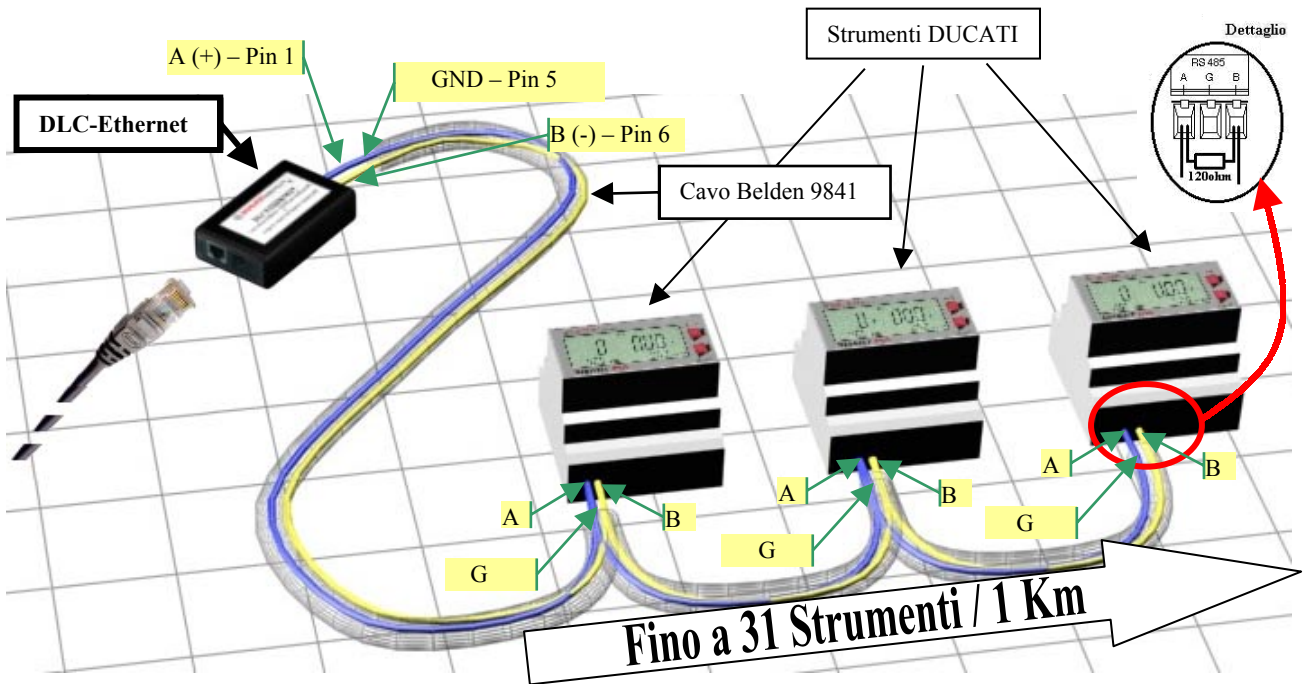
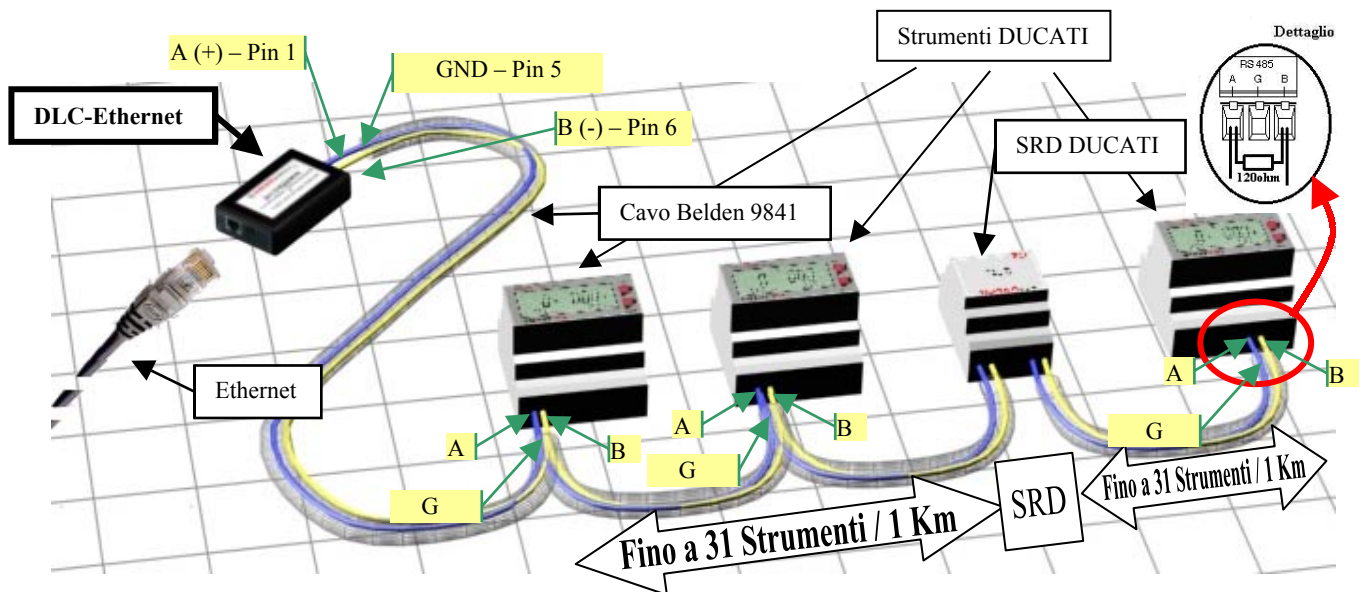

Figura 8: Rete fino a 31 Strumenti in Rs485
Figura 9: Rete oltre i 31 Strumenti in Rs485
Nelle figure successive sono illustrate reti di analizzatori collegati tramite Ethernet a un Personal Computer. Un caso rappresenta la configurazione fino a 31 strumenti (cfr. Figura 8), mentre l'altro è quello con numero superiore, che prevede l'uso di "Ripetitori di Segnale" sul lato Rs485 (cfr. Figura 9).
- un cavo bifilare schermato Belden 9841 (da installare a cura dell'utente) che comprende il filo A, (cfr. Figura 8), connesso al morsetto A del convertitore DLC-Ethernet e al morsetto A della seriale dello strumento DUCATI e, analogamente, per il filo B;
NOTA: con linee di connessione più lunghe di un Chilometro è necessario inserire un ripetitore di segnale denominato "SRD" (disponibile a catalogo Ducati). E' necessario inserire un ripetitore anche quando ci sono più di 31 strumenti connessi (cfr. Figura 9).